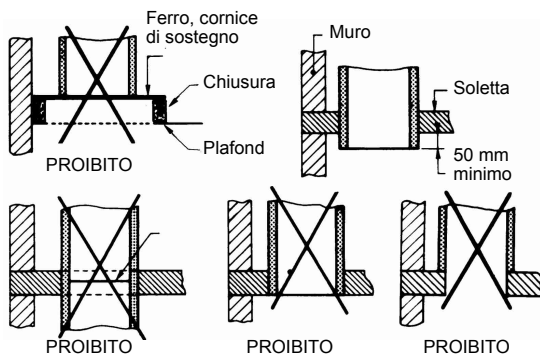

Fig. 7 - Sbocco della canna fumaria 50 mm min. sotto il soffitto
- sbocco del condotto di almeno 5 cm in rapporto al soffitto (fig. 7)